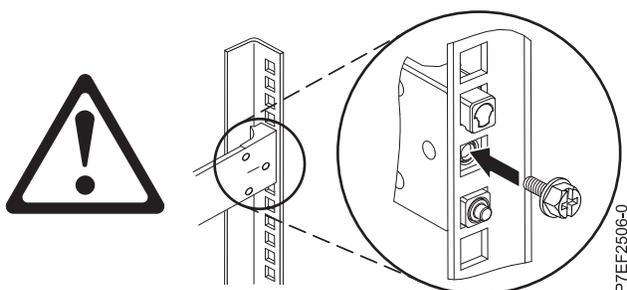

図4. ねじの再取り付け
4. 図4 に示すように、ステップ 2(4 ページ) で取り外したねじを再び取り付けます。